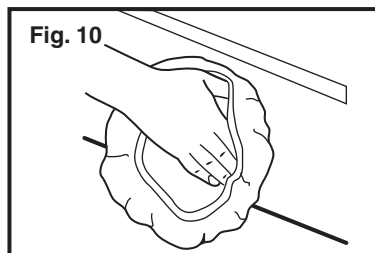

Fig. 10
12. Puedes usar al almohadillo de aplicador por mano para pulir a mano aquellas superficies que son difíciles de alcanzar (debajo de los parachoques, alrededor de las manijas de las puertas, etc.), o retire el bonete aplicador de cera y úselo para pulir a mano aquellas superficies que son difíciles de alcanzar (see Fig. 10).